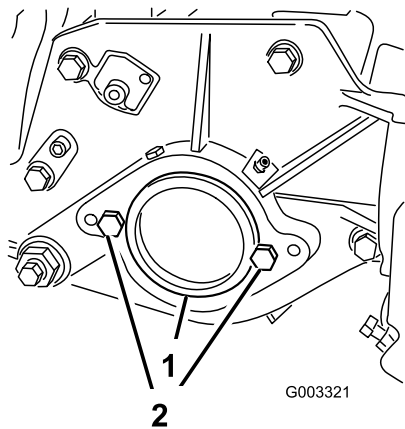

図 16
2. カuttingユニット右側のベアリング・ハウジングについているプラスチック製のプラグを外す (図 16)。
3. 右側サイドプレートからキャップスクリュ2本を取り外す (図 16)。
5. Cuttingユニットの左側サイド・プレートに、リール・モータ取り付け用のキャップスクリュ2本を仮止めする (図 16)。